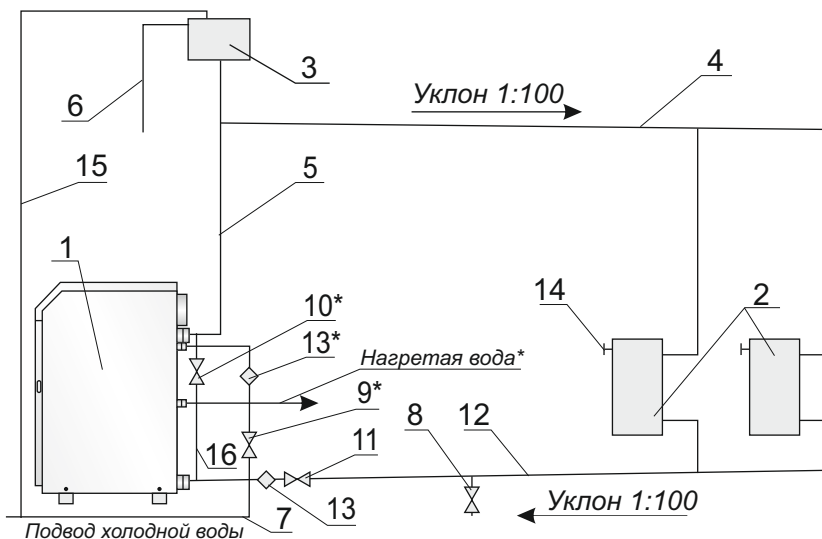

Рис. 9. Схема монтажа котла в системе отопления с природной циркуляцией теплоносителя.
6.13. Заполните систему отопления чистой водой с жесткостью не более 0,7 мг-экв/л и $pH = 7^{+0.3}$. **При заполнении системы жесткой водой с pH больше 7 значительно увеличивается отложение накипи на стенках котла и системы отопления, вследствие чего уменьшается эффективность котла и увеличивается расход газа!** Расширительный бачок размещается в высшей точке системы. Контроль заполнения системы водой осуществляйте по переливному патрубку, (рис.9). Объем бака должен быть не менее 8 % от объема отопительной системы.